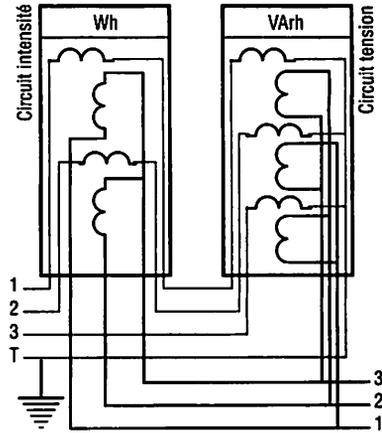

Fig. 21 : Schéma interne de compteurs d'énergie active et réactive alimentés par transformateurs d'intensité.
b) Branchement d'un compteur triphasé (fig. 21)